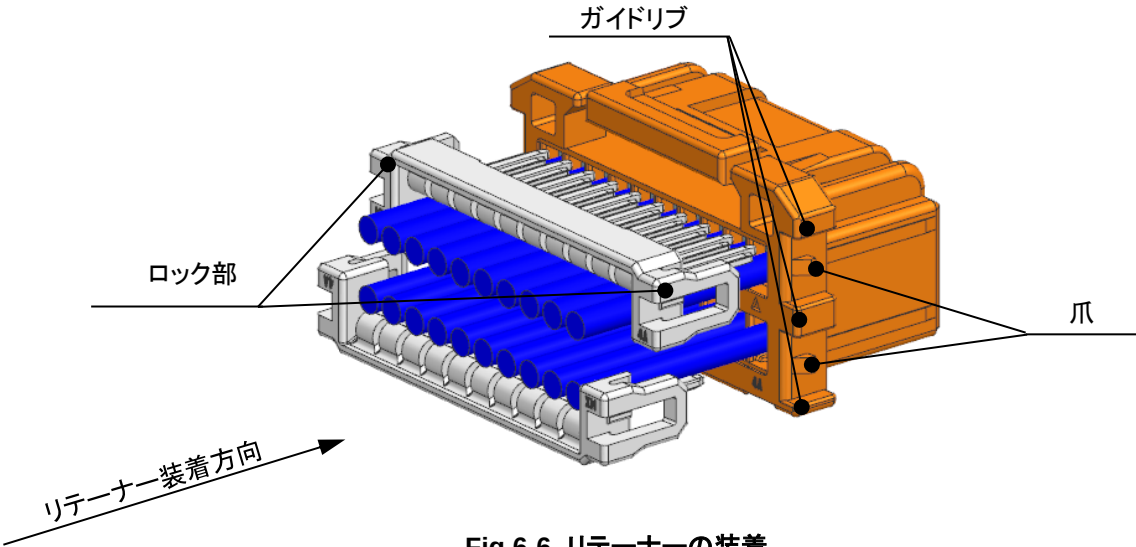

Fig.6-6 リテーナーの装着
- ① ハウジング、リテーナーそれぞれの左右を挟むように、軽く持ってください。
- ② リテーナーを Fig. 6-6 に示す方向から挿入してください。